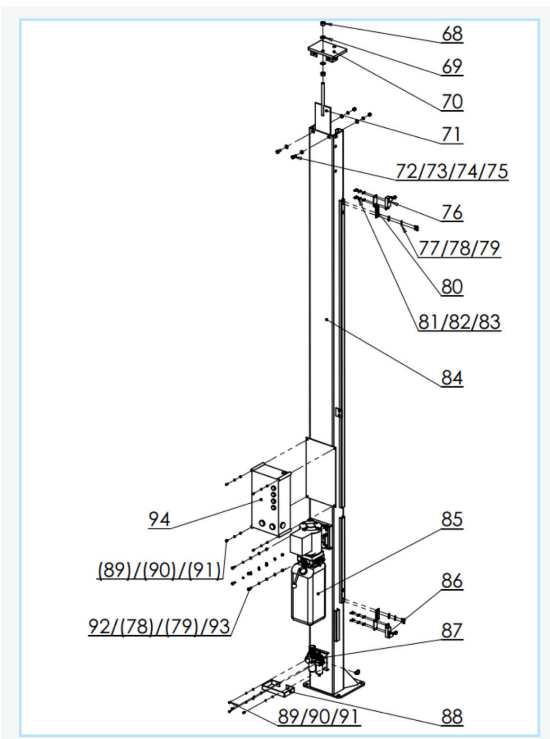
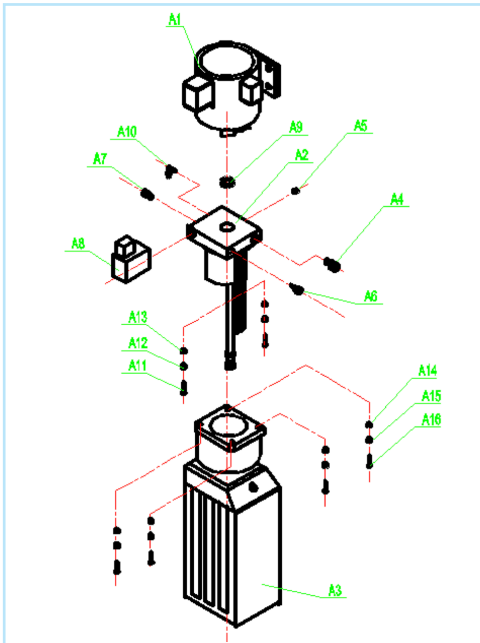

Abbildung 5
Abbildung 9
Das magnetische Ablassventil (A8) auf Durchlass einstellen (in Abb. 9). Um den Sicherheitshaken (39) korrekt einzustellen bzw. Distanz zwischen Druckluftzylinder (116) und Sicherheitshaken (39), ist diese mithilfe der Mutter fachgerecht einzustellen (Abb. 3 und 7). Zu beachten wäre in dem Zusammenhang auch die korrekte Einstellung aller Gleichlaufseile (71) an allen 4 Säulen (Abb. 5) im oberen Bereich.